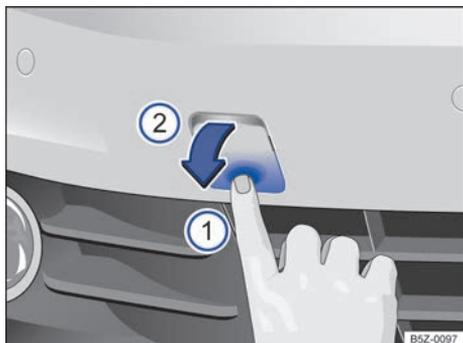

Fig. 179 En el paragolpes delantero a la derecha: suelte y desmonte la cubierta.
El alojamiento de la argolla para remolque rosca-ble está ubicado a la derecha del paragolpes delantero, detrás de una cubierta \Rightarrow fig. 179.
- Presione en la zona inferior de la cubierta \Rightarrow fig. 179 ① para soltar el cierre de la cubierta.
- Retire la cubierta hacia adelante ② y déjela colgada en el vehículo.